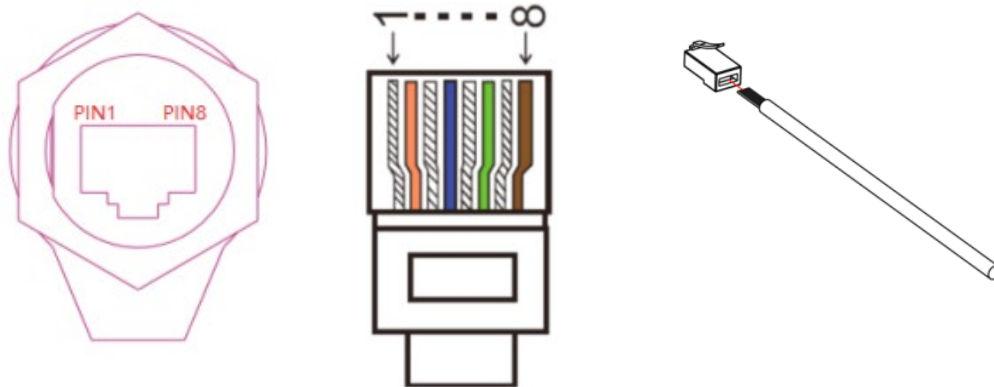

Abbildung 150 – Anschließen der DRMs-Schnittstelle (1)
- 1) Die Klemmen des Drahtes mit der Farbenabfolge wie in Abbildung 150 angegeben positionieren.